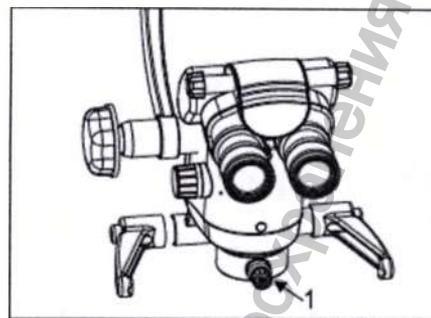

Рис. 19
4. Точная фокусировка осуществляется ручкой FOV (1, рис. 19) за счет её поворота по и против хода часовой стрелки, либо с помощью педали за счет нажатия лопаток вверх и вниз (для исполнений ОРН, ENT, DNT)